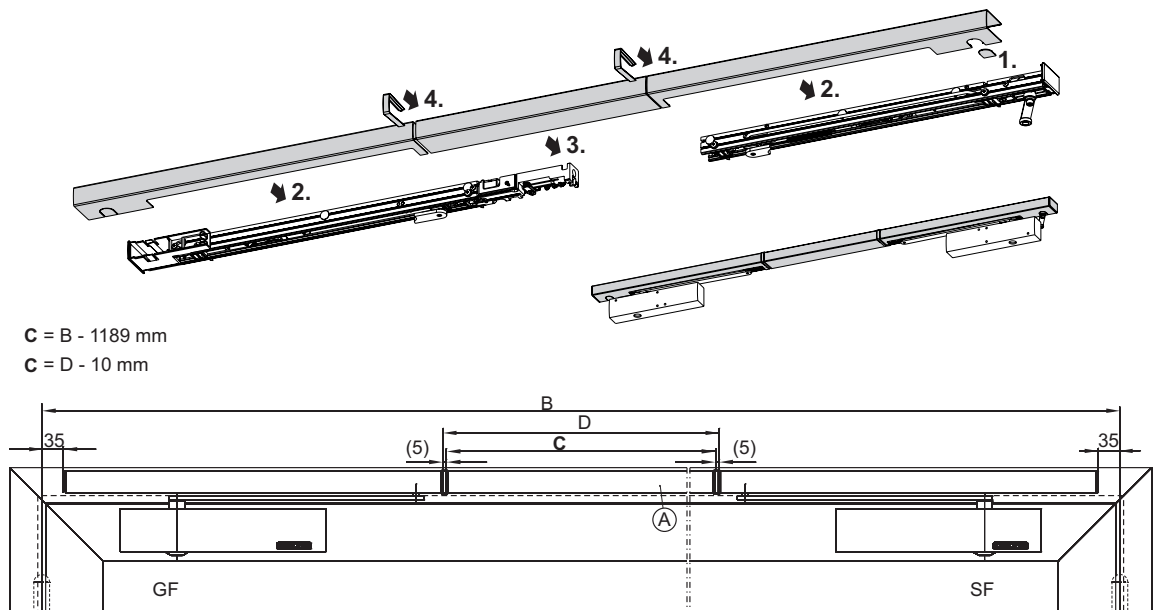

Fig. 6.11.1
- ▶ Raccourcir à la cote „C” le cache central „A” pouvant être recoupé à longueur (Fig. 6.11.1).